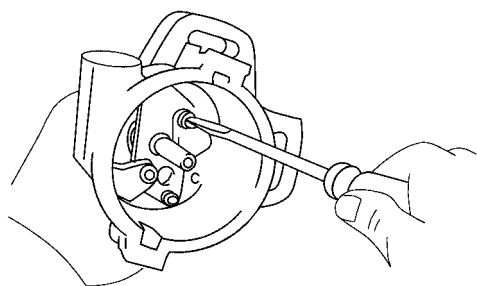

图 5-25 拆下调速器飞锤
(8) 拆下调速器飞锤。使用小的螺钉旋具拆下 E 形环，拉出飞锤，如图 5-25 所示。